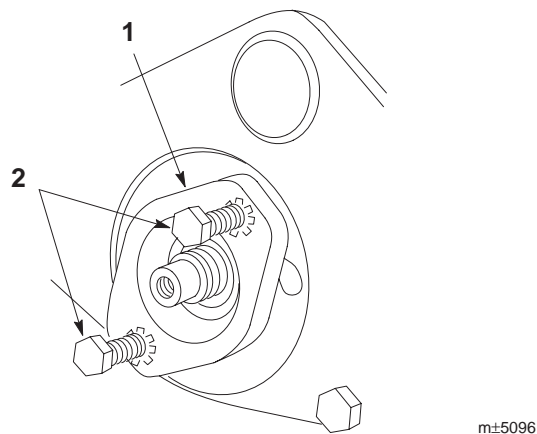

図 15
- 4 . カッティングユニット両側のベアリング・ハウジングから取り付けボルトを外す（図 15）。
- 5 . プラスチック・ハンマーを使って、ベアリング・ハウジングをわずかに回転させ、外側ハウジングからハウジング・ボルト（2本）を取り付けてこれらのボルトを交互に締め込んでゆくとハウジングが抜ける（図 15）。